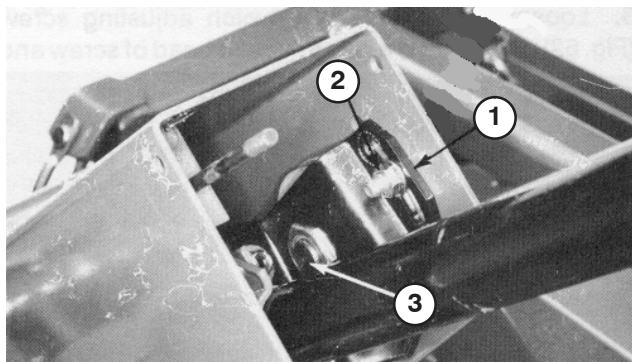

Bild 64
1. Nehmen Sie das Handrad von der Feststellbremse und die Schrauben von der Lenksäulenabdeckung ab. Schieben Sie die Abdeckung auf die Lenkwelle, um die Schwenkhalterung freizulegen (Bild 64).
2. Lösen Sie die kleine Mutter, drehen Sie die Schwenkhalterung, bis die große Mutter darunter fest angezogen ist (Bild 64). Ziehen Sie die kleine Mutter wieder an.